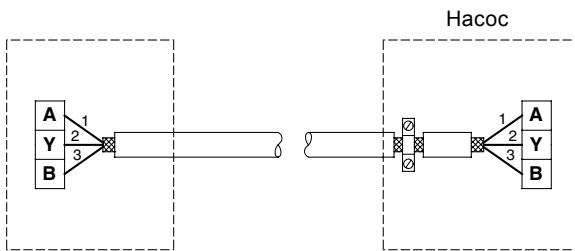

Рис. 11 Подключение 3-жильного экранированного кабеля
- Если устройство не имеет такого-же кабельного разъема, экранирующую оплетку оставляют не подсоединенным с этой стороны, как это показано на рис. 11.